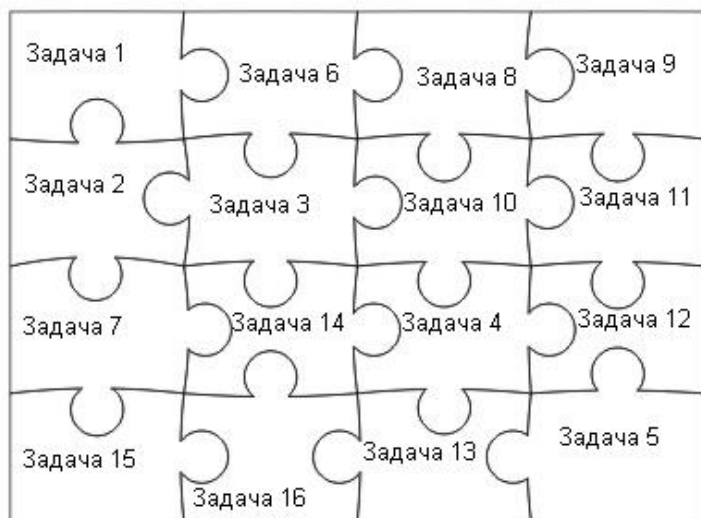

Рис. 1.19. Пример использования метода мозгового штурма
2. **Метод мозгового штурма** — в этом случае сначала продумываются все необходимые для проекта задачи, а потом происходит их систематизация или упорядочивание (рис. 1.19). Данный подход похож чем-то на сбор пазла, т. е. у вас есть набор задач, которые нужно упорядочить, и в случае необходимости добавить недостающие части.